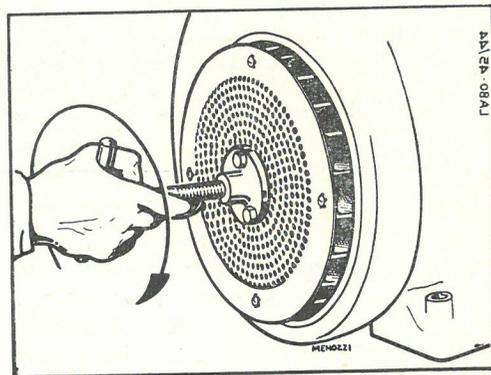

Fig. 10
d) Tenendo fermo il volano ruotare verso destra la vite dell'estrattore (Fig. 10) fino a quando il volano stesso si sarà sbloccato dal cono dell'albero motore.